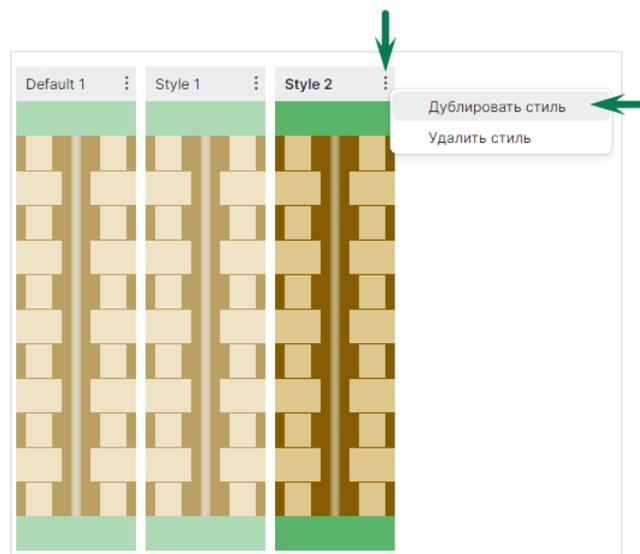

Рис. 34 Дублирование стиля ПО
2. Нажмите на кнопку  напротив наименования стиля и выберите команду «Дублировать стиль», см. Рис. 34.